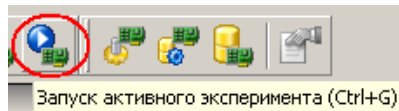

Рисунок 17
2.1. Запустить активный эксперимент (см. Рисунок 17).